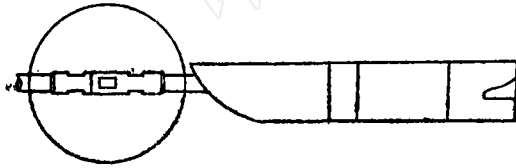

图4
1. 确定井内事故钻具所需炸断位置(图4圆圈内表示爆破位置)。